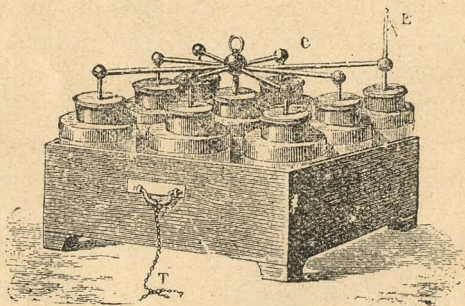

Fig. 179.—Batería eléctrica.
**6. Batería eléctrica.**—Para construir una batería, se reúnen grandes botellas de Leiden ó *jarras*, de modo que sus armaduras de mismo nombre estén en contacto (fig. 179). Para ello, se las coloca en una caja cubierta interiormente de una hoja metálica que reúne las armaduras externas y comunica con el asa de la caja *T*; unas varillas metálicas *C* reúnen las armaduras internas.